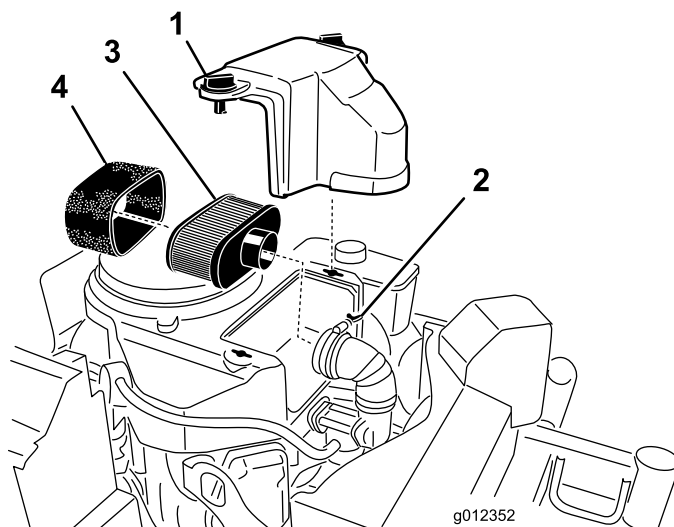

Figure 30
2. Nettoyez la surface autour du filtre à air pour éviter que des impuretés n'endommagent le moteur en tombant à l'intérieur (Figure 30).
3. Tournez les boutons du couvercle de 1/4 tour dans le sens antihoraire et déposez le couvercle du filtre à air (Figure 30).
4. Tournez la vis à oreilles du collier de flexible dans le sens antihoraire pour séparer le filtre à air du conduit d'admission (Figure 30).
5. Sortez délicatement l'élément en mousse de l'élément en papier (Figure 30).
1. Vérifiez que l'élément n'est pas déchiré, couvert d'une pellicule grasse ou endommagé (Figure 30).
1. Vérifiez que l'élément n'est pas déchiré ou couvert d'une pellicule grasse, et que le joint de caoutchouc n'est pas endommagé (Figure 30).
1. Glissez délicatement l'élément en mousse sur l'élément en papier (Figure 30).
2. Alignez le filtre à air sur le conduit d'admission et fixez-le en place au moyen du collier de flexible (Figure 30).
3. Alignez le couvercle du filtre à air sur le capot du moteur et fixez-le en tournant les boutons de 1/4 tour dans le sens horaire (Figure 30).